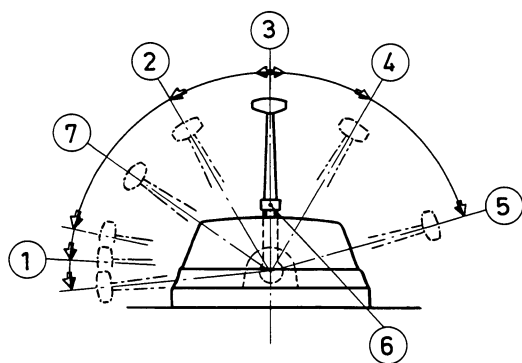

Fig. 7 Teleflexreglage för 0-22
- 1 Ställ enspaksreglaget i neutralläge. Tryck in frikopplingsknappen så att endast motorns varvtal påverkas och ställ reglaget i läge för 1/3 gaspådrag (se fig 7).